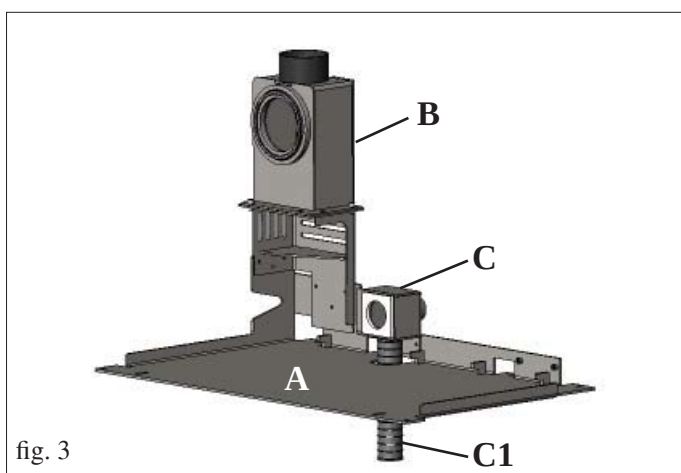

fig. 3
- Encajar el humero (no suministrado) en el conducto de humos (B) y el tubo Ø 40 mm (C1 - no suministrado) en el conducto de aire primario (C).
El tubo Ø 40 mm (C1 - no suministrado) se puede instalar por debajo de la placa de base (A) (ver fig. 3).